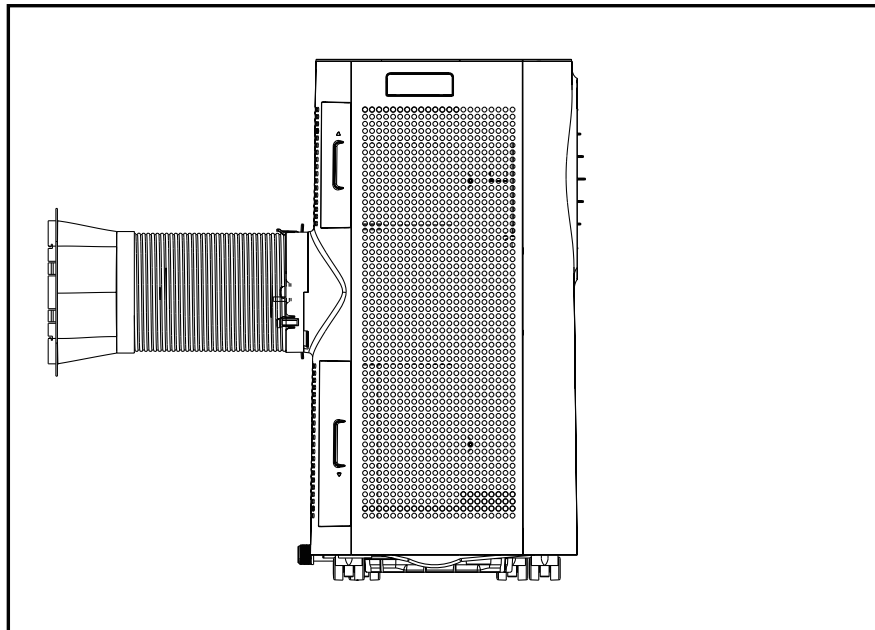

Fig. 6
- Une fois la gaine d'air montée, glissez le raccord sur la sortie d'air chaud située à l'arrière de l'appareil comme indiqué sur la fig. 6.